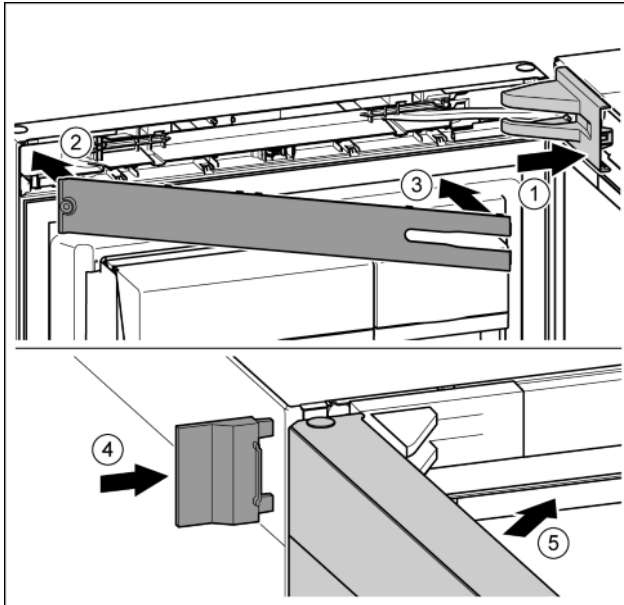

Fig. 49
- ▶ Крышку опорного кронштейна установить и зафиксировать, при необходимости, осторожно разжать. Fig. 49 (1)
- ▶ Установить накладку. Fig. 49 (2)
- ▶ Наклонить и защелкнуть накладку. Fig. 49 (3)
- ▶ Надвинуть внешнюю крышку. Fig. 49 (4)
- ▶ Закрывать верхнюю дверь. Fig. 49 (5)